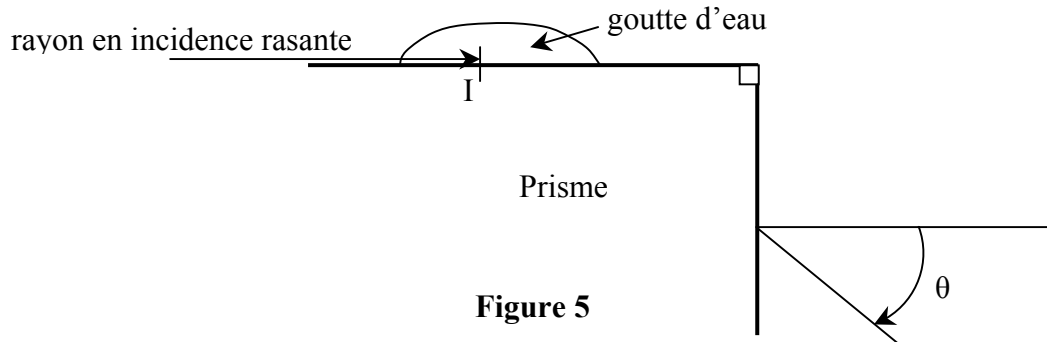

Figure 5
- 6.4 On cherche à mesurer l'indice de réfraction de l'eau par le principe du réfractomètre de Pulfrich. On dépose une goutte d'eau sur la face supérieure d'un prisme d'angle au sommet  $90^\circ$ . On éclaire cette goutte d'eau en lumière monochromatique en prenant bien soin qu'elle soit aussi éclairée en incidence rasante. À l'aide d'un oculaire, on observe derrière l'autre face du prisme. Se reporter à la figure 5 ci-dessous. L'indice de réfraction du verre constituant le prisme est  $N = 1,625$ . Dessiner la marche du rayon lumineux rasant se réfractant en I.
- 6.5 On est capable de mesurer l'angle  $\theta$  du rayon émergent correspondant au rayon d'incidence rasante (voir figure 5). Exprimer  $\theta$  en fonction de  $n$  et de  $N$ . Calculer numériquement  $\theta$ .